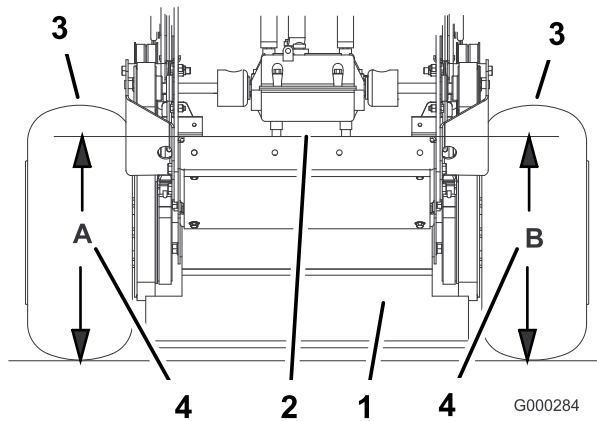

Figura 53
4. Mida la altura de la carcasa del motor en la posición **A** (Figura 53).
5. Mida la altura de la carcasa del motor en la posición B (Figura 53).